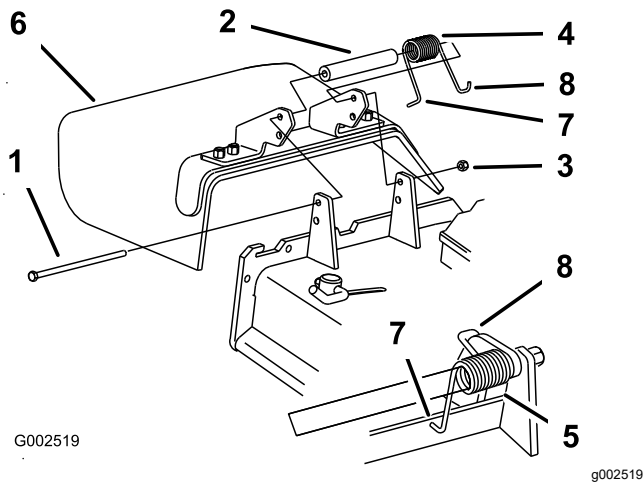

Figure 49
1. Retirez le contre-écrou, le boulon, le ressort et l'entretoise qui fixent le déflecteur aux supports de pivot (Figure 49).
Remarque: Prenez soin de placer l'extrémité en **L** du ressort derrière le bord du plateau avant de mettre le boulon en place, comme montré à la Figure 49.
5. Accrochez l'extrémité en **J** du ressort au déflecteur d'herbe (Figure 49).